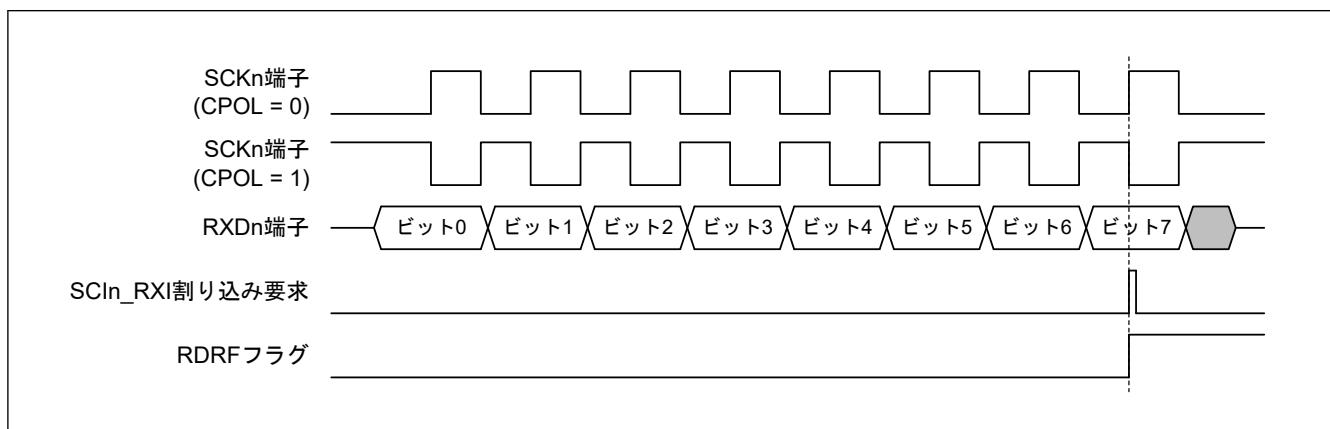

図 26.121 簡易 SPI モードにおける SCIn_RXI 割り込みの発生タイミング (クロック遅れあり)
- クロック遅れあり (CCR3.CPHA ビット = 1) では、図 26.121 に示すように、SCKn 端子の最終クロックエッジ手前のクロックエッジで受信データフル割り込み (SCIn_RXI) が発生します。CCR0 レジスタの TE ビットと RE ビットを SCKn 端子の最終クロックエッジより前に 0 にすると、SCKn 端子出力がハイインピーダンスとなり、送受信クロックの最後のクロックパルス幅が短くなります。また、SCIn_RXI 割り込みの発生によって、SCKn 端子の最終クロックエッジより前に接続先スレーブの SSn 端子入力信号が High になった場合、スレーブが誤動作する可能性があります。